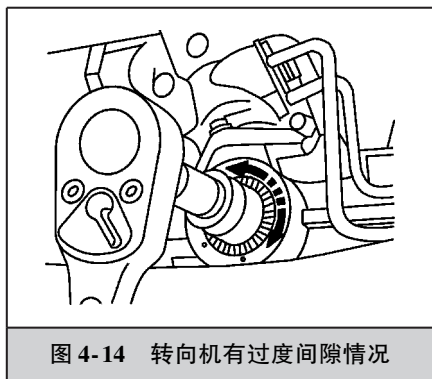

图 4-14 转向机有过度间隙情况
① 用举升机举起车辆。
② 车轮摆正。
③ 若有过度间隙，当转动转向盘（从中间位置约 30° ）时将会有噪声，如图 4-14 所示。